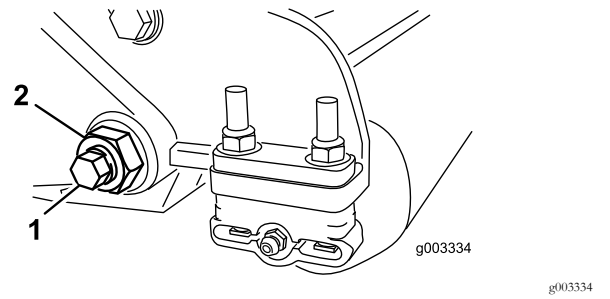
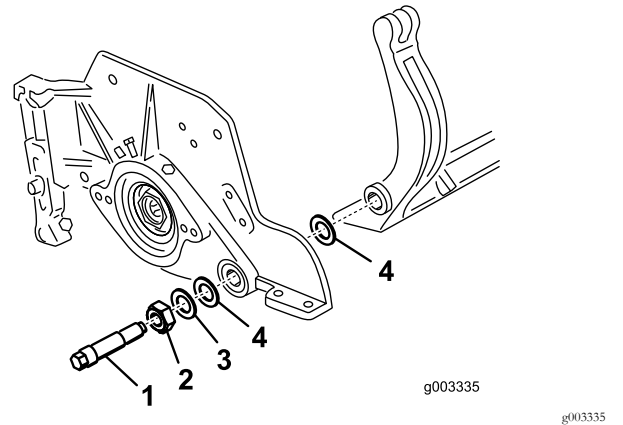

图30
图31
3. 在机器的另一侧松开固定底刀架螺栓 图30 的锁紧螺母。
4. 拆下两个底刀架螺栓向下拉动底刀架并从机器螺栓 图30 上拆下来。取下底刀架 图31 两端的 2 个尼龙垫圈和 1 个冲压钢垫圈。
4. 在两个尼龙垫圈的外侧各放一个钢垫圈 图31。
上紧底刀螺栓扭矩至 2736N m。拧紧锁紧螺母直至外部钢垫圈停止旋转且两侧不再松动但不要拧得过紧或导致侧板变形。内侧的垫圈可能有空隙图31。